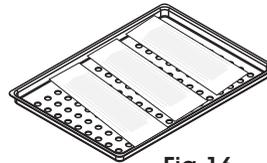
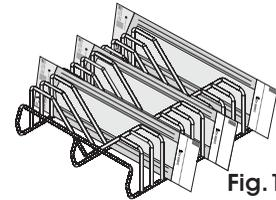

Fig. 16
Fig. 17
**OBS:** Ao utilizar os envelopes para esterilização, os mesmos devem ser acomodados nas bandejas da autoclave com o lado de papel para cima (Fig. 16), isso facilita a evaporação do vapor resultando em uma secagem rápida e eficiente. Conheça também o suporte para envelopes Cristófoli (Fig. 17) que além de facilitar a secagem e otimiza a capacidade interna da autoclave podendo comportar até 13 pacotes.